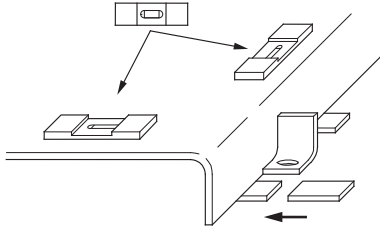

Fig. 8: Pagrindo plokštės išlyginimas ir centravimas
- Uždėti pagrindo plokštę ir išlyginti ją abiem kryptimis, naudojant papildomus kompensatorius (žr. Fig. 8).
- Statant ant pagrindo, visą agregatą išlyginti gulsčiuuku (prie veleno/slėgio atvamzdžio) (žr. Fig. 8). Pagrindo plokštės nuokrypis turėtų horizontaliai būti 0,5 mm vienam metrui.